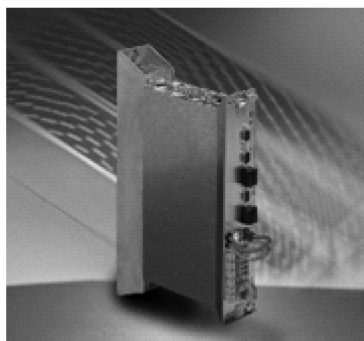

图 2-7 风冷式 KE-F/KW-F
4. 风冷式伺服驱动器 KE-F/KW-F (见图 2-7)